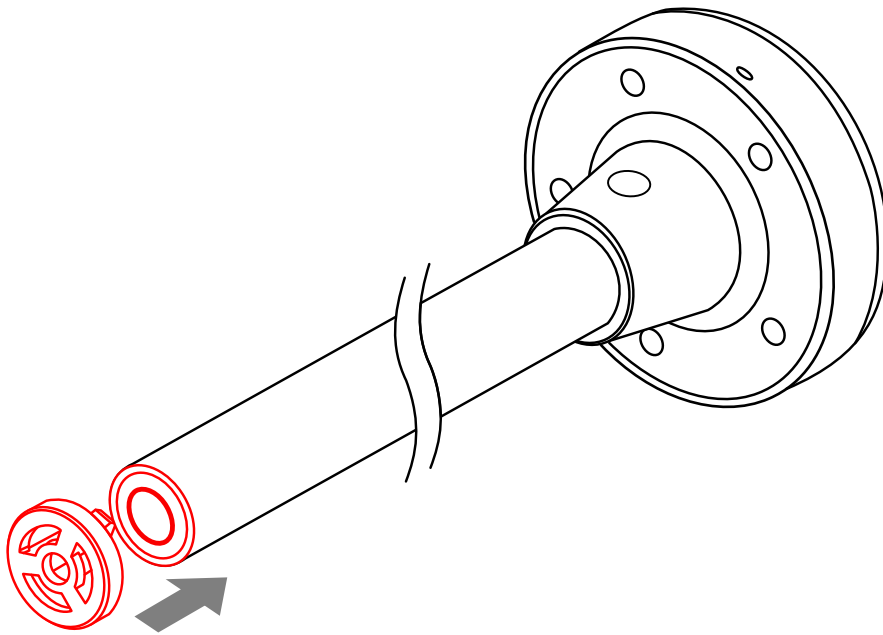

Рис.6. Установка изолирующего колпачка
4. После обрезки необходимо зачистить напильником место спила от заусенцев и установить изолирующий колпачок из монтажного комплекта на измерительные трубки (**Рис.6**).